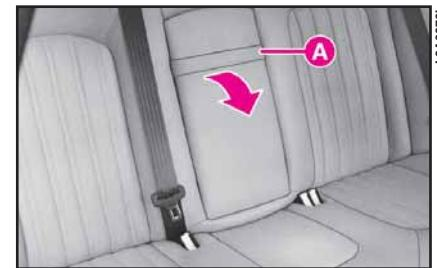

fig. 204
1) por el asiento posterior, baje el apoyabrazos usando la manilla A (fig. 204);